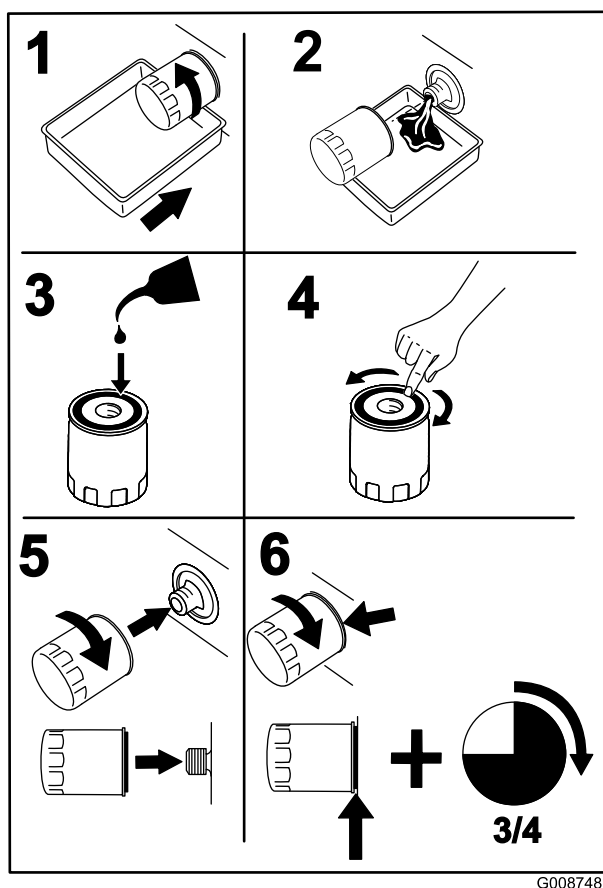

Figura 44
2. Cambie el filtro de aceite del motor (Figura 44).